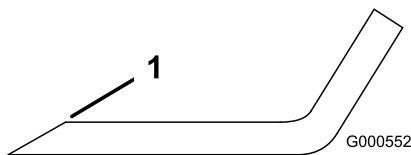

Figure 79
1. Au moyen d'une lime, aiguissez les tranchants aux deux extrémités de la lame (Figure 79).
Remarque: Si la lame est déséquilibrée, limez un peu l'extrémité de l'ailette seulement (Figure 79).